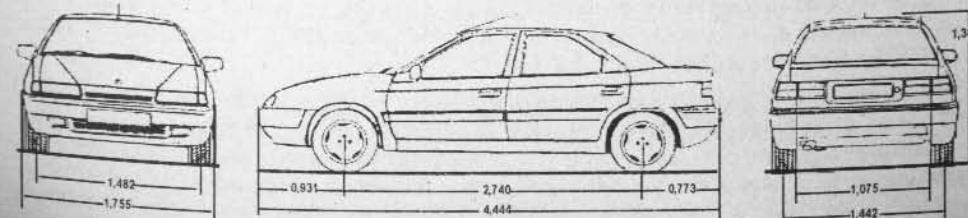

Fig. 1-7.— Automóvil Citroën Xantia 1.8 y 2.0
**8. Brazos de suspensión y núcleo de rueda.**— Los brazos de suspensión delanteros y traseros se montan en cada extremo de los ejes soportes, que se fijan a la plataforma por medio de cojinetes apernados a ésta (Figs. 1-7 y 1-8).